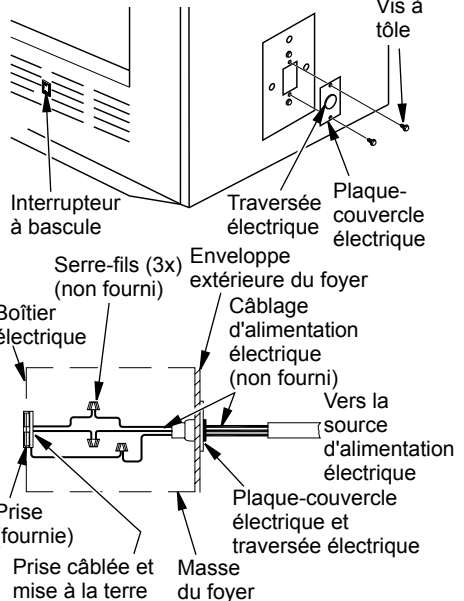

Figure 6 - Traversée électrique d'interrupteur de ventilateur
Un prêt-à-monter de ventilateur ou de souffleur pour ce foyer est offert en option (modèles à circulation uniquement). L'utilisation de ventilateurs ou de souffleurs autres que ceux qui sont fabriqués par DESA Heating, LLC annulent la garantie. Le ventilateur fonctionne en appuyant sur un interrupteur à bascule (voir figure 6) situé dans le coin inférieur droit de la façade du foyer. Le souffleur fonctionne en tournant un bouton de réglage (pas illustré).
Les raccordements électriques du prêt-à-monter de ventilateur et de souffleur se font par la plaque-couvercle électrique située sur le côté du foyer comme illustré à la figure 6.
1. Enlevez la plaque-couvercle électrique et sa traversée du foyer en retirant les deux vis à tôle comme illustré à la figure 6, page 6.
3. Faites glisser les raccordements électriques dans le boîtier électrique comme illustré à la figure 6, page 6.